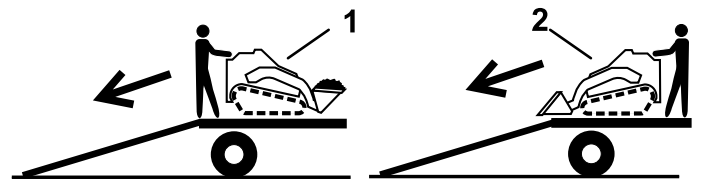

Figura 22
2. Descărcă maina de pe remorcă cu partea cu încărcătură orientată spre rampă în sus i încărcătura în poziție joasă (Figura 22).